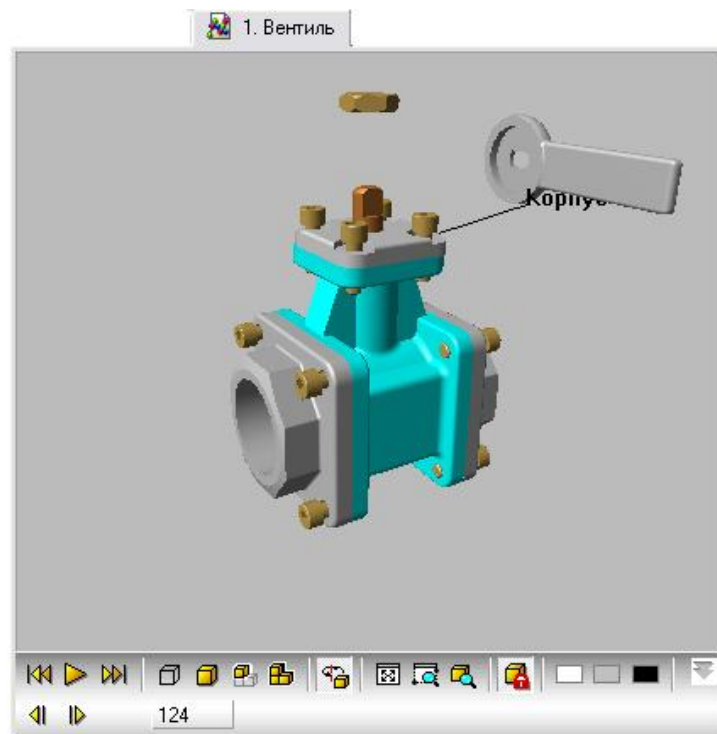

Рис. 114
2. В какой-то момент нажмите на кнопку **Пауза** . Процесс разборки изделия остановится и на дополнительной панели в окошке **Текущий кадр** появится номер кадра, на котором разборка остановлена (Рис. 114).